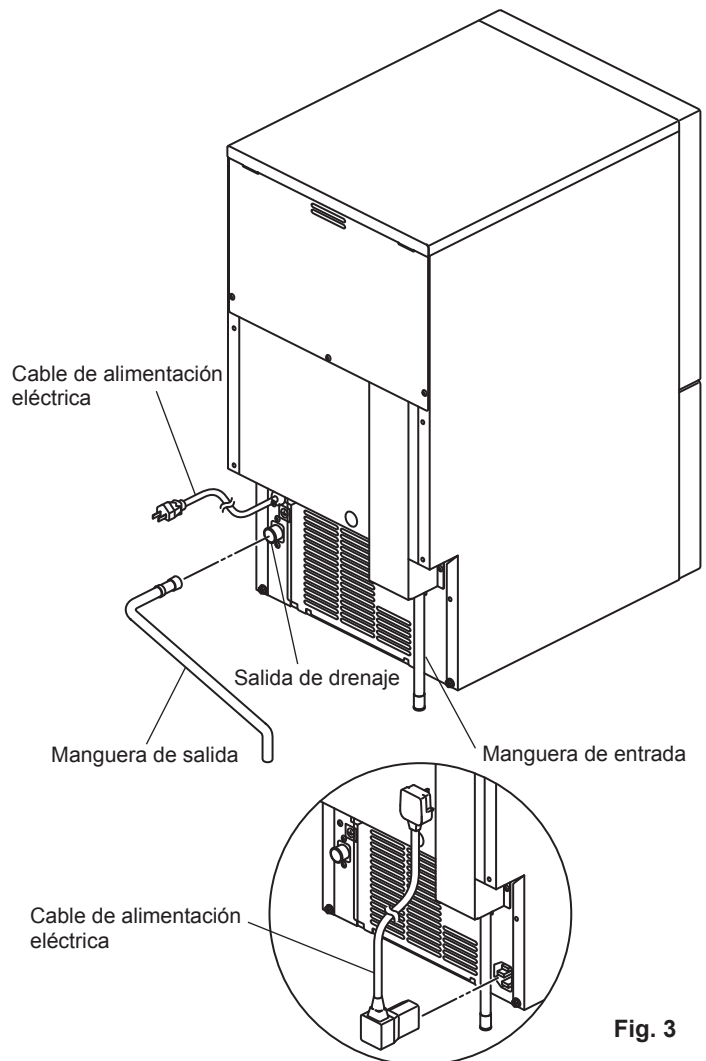

Fig. 3
- 2) Apriete a mano la manguera flexible gris de salida (accesorio) en el racor de la parte posterior de la máquina de hielo tal como se muestra (Fig. 3) verificando que la junta de goma quede correctamente colocada para obtener una conexión estanca. Puede cortar el tubo a la longitud necesaria ajustándolo a la posición del drenaje principal. Para evitar fugas de agua, asegure la manguera de salida a la salida de drenaje mediante una abrazadera de manguera.